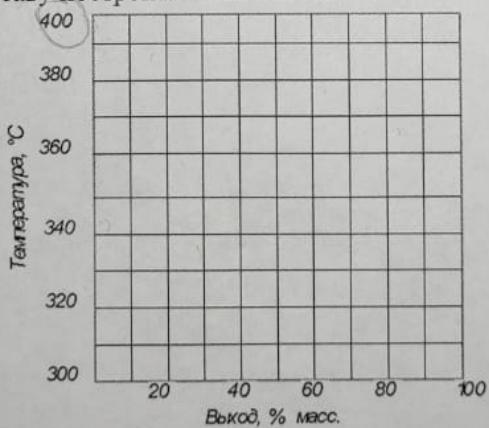

Рисунок 1
- Перенести рисунок 1 в свою тетрадь.
- По графику Обрядчикова – Смидович (рисунок 1 в практич. работе 1), используя полученные данные п.3 и  $t_{50\%}$  определить на оси ординат две точки – одна соответствует 0% отгона по кривой ОИ, вторая 100% отгона по кривой ОИ.